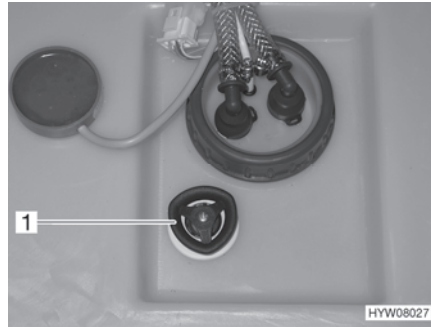

Bild 144 Wassertank mit Drehgriff
- Auf dem Wassertank den Drehgriff (Bild 144,1) entgegen dem Uhrzeigersinn über den Widerstand hinaus bis zum Anschlag drehen, um die Ablauföffnung vollständig zu öffnen.